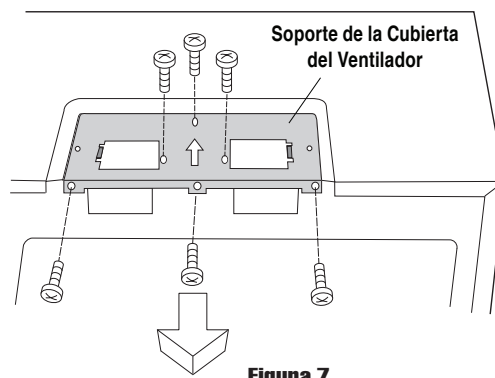

Figura 7
1. Retire 3 tornillos del borde posterior y 3 tornillos de la parte superior central del soporte de la cubierta del ventilador. Guarde 3 tornillos para usarlos luego y descarte los 3 restantes. Retire el soporte de la cubierta del ventilador deslizándolo en la dirección contraria de la flecha que aparece en el soporte, como se muestra en la Figura 7.